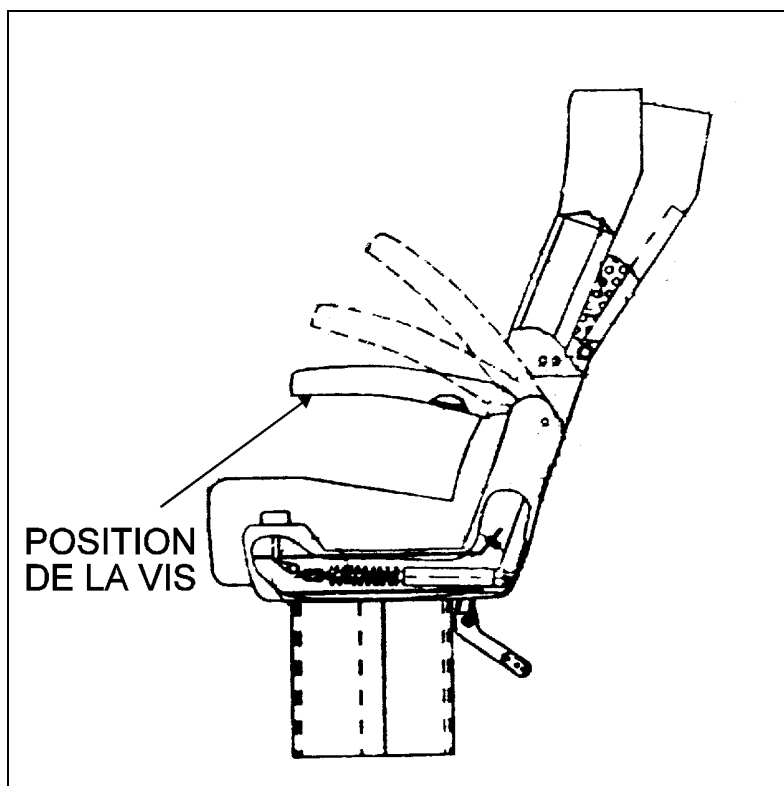

FIGURE 1
- Localiser sous l'appui-bras le trou fait dans le recouvrement (Fig. 1);